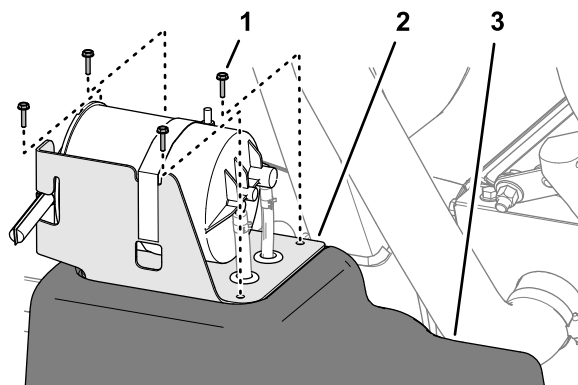

図 89
- カーボンキャニスタ用ブラケットの穴を燃料タンクの穴にあわせる 図 89。
- ブラケットをタンクに組み付ける 図 89 ねじ #10 x 3/4" 4 個を使用する。